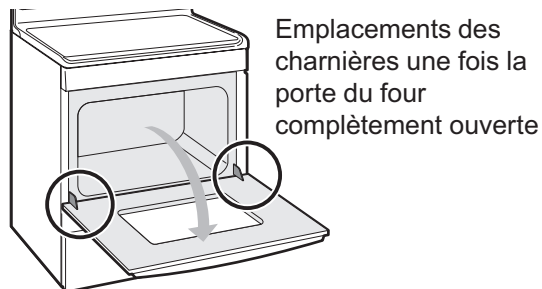

Figure 22: Emplacements des charnières de la porte du four
1. Ouvrez complètement la porte du four (Figure 22).
2. Positionnez l'angle de la porte par rapport à l'angle de retrait de la porte et, avec précaution, insérez complètement et uniformément les bras de charnières de la porte dans les nervures des charnières de la porte. Libérez-vous prudemment du poids de la porte de manière à ce que le four soutienne la porte. (Figure 22).